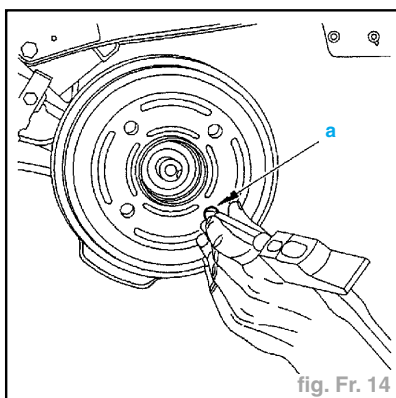

fig. Fr. 14
- engager un chasse-goupille dans l'orifice "a" (fig. Fr. 14),